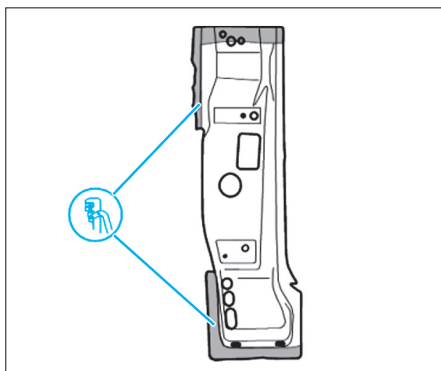

FIG. 46
- Percer des trous de 7 mm de diamètre pour le soudage (Fig.46).